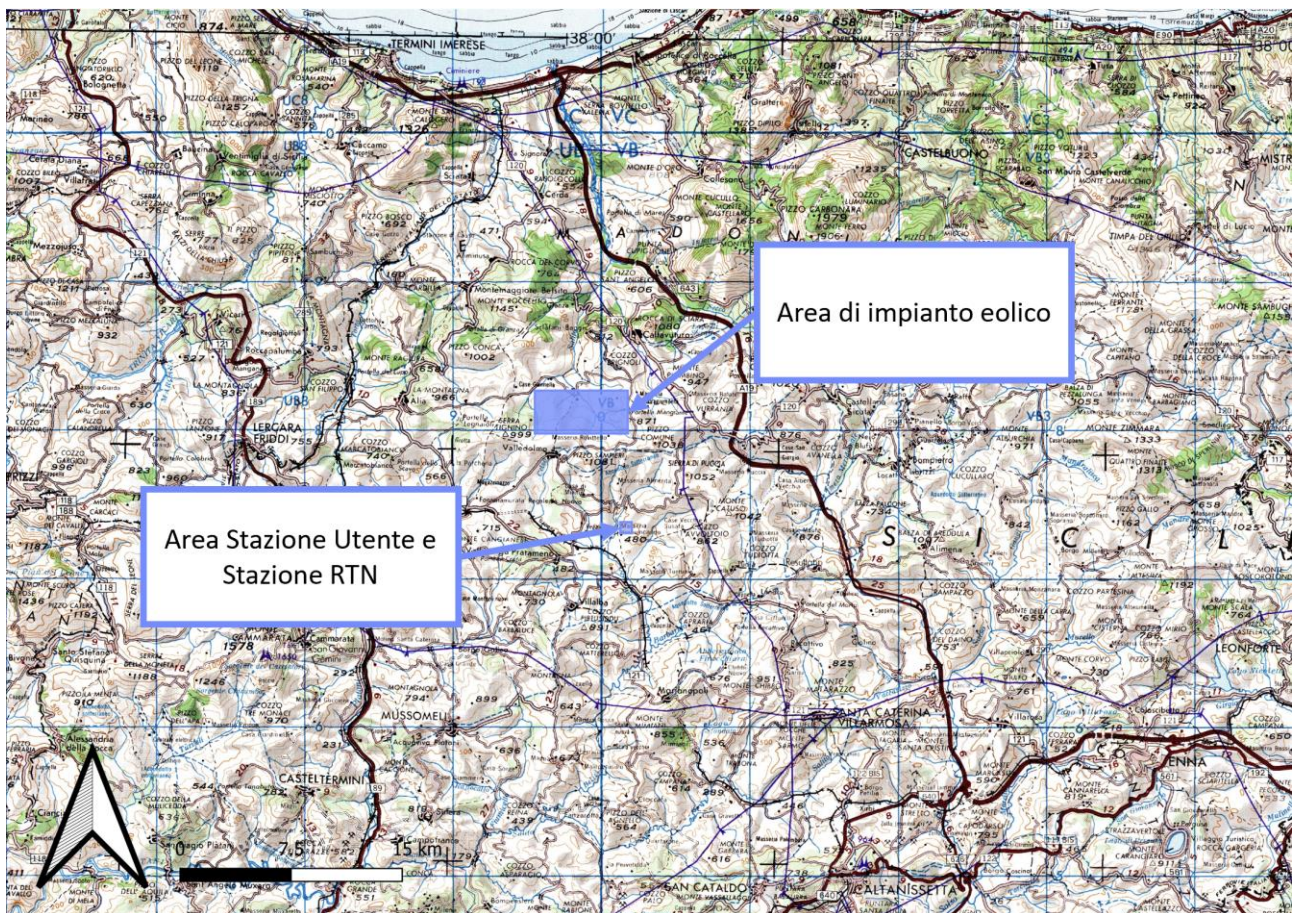

Figura 1: Inserimento dell'area di impianto e del punto di connessione su carta IGM 1:250000
Figura 1: Inserimento dell'area di impianto e del punto di connessione su carta IGM 1:250000	5
L'area del parco eolico è situata a circa 2.5 km a nord del centro abitato di Valledolmo (PA), a 3.8 km a sud del centro abitato di Caltavuturo (PA) ed a circa 4.5 km a sud del centro abitato di Sclafani Bagni (PA). L'elettricità prodotta viene condotta per mezzo di un cavidotto interrato a 30 kV dall'area di parco fino ad una cabina di trasformazione 30/36 kV, posta nelle vicinanze di una sottostazione di nuova realizzazione inserita sul futuro elettrodotto "Chiaramonte Gulfi – Ciminna", attraverso la quale avverrà la connessione con la Rete di Trasmissione Nazionale (RTN). Nel suo percorso, tale cavidotto interrato passa sui territori comunali di Valledolmo, Sclafani Bagni, Caltavuturo, Polizzi Generosa e Castellana Sicula in provincia di Palermo, ed infine il comune di Villalba, in provincia di Caltanissetta. Figura 1 riporta la posizione dell'area progetto su IGM 1:250000, nonché della Stazione Utente 30/36 kV e della Stazione 380/150/36 kV della RTN.